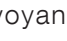

Fig. 8
1. Appuyez sur la touche  pour sélectionner la fonction "Minuteur". Le voyant "minuteur"  ◀ clignote et «0.00» s'affiche (Fig. 8).